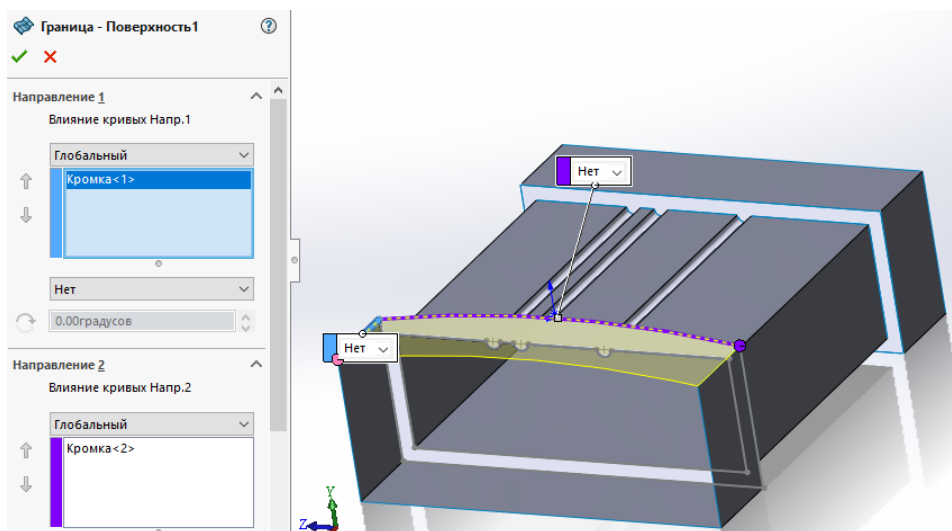

Рис. 13. Построение поверхности
14. Верхняя поверхность будет создана с помощью альтернативной операции **Поверхность границы**. Данный инструмент используется для создания поверхности по двум направлениям. Для этого выделяются две направляющие кромки, как показано на рис. 13.